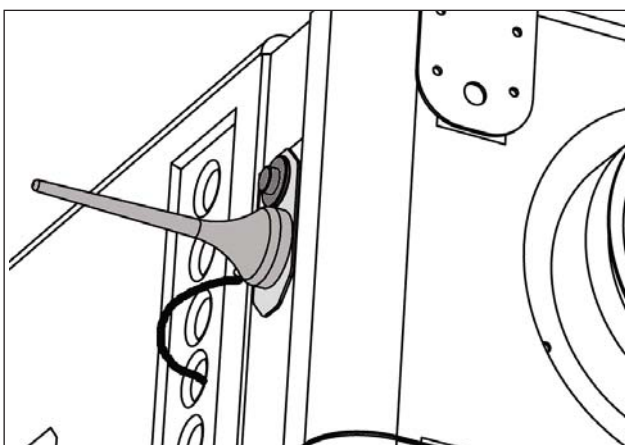

Fig. 14
- Fissare la piastrina metallica con la vite ad elica fornite in dotazione all'antenna, a fianco dell'ingresso cavi (fig. 14).
- Far passare il filo dell'antenna attraverso il foro passacavo cieco, aprendolo praticando un piccolo intaglio (fig. 14).
- Pass the antenna wire through a blind hole opened by a little incision in the plastic material (fig. 14).